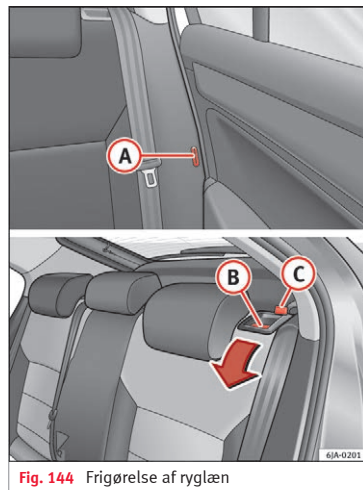

Fig. 144 Frigørelse af ryglæn
- Før sikkerhedsselens låsetap ind i åbningen (A) » Fig. 144 i den pågældende side af bilen – sikkerhedsposition.
- Frigør ryglænet ved at trykke på låseknappen (B), og klap det frem.